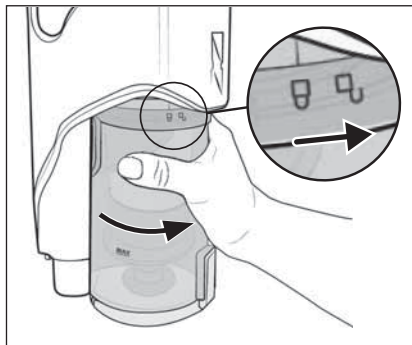

Bild 25
- 8) Sätt in dammbehållaren **7** i dammsugaren igen och vrid den mot symbolen **🔒** (stäng) tills den sitter fast (se bild 25).